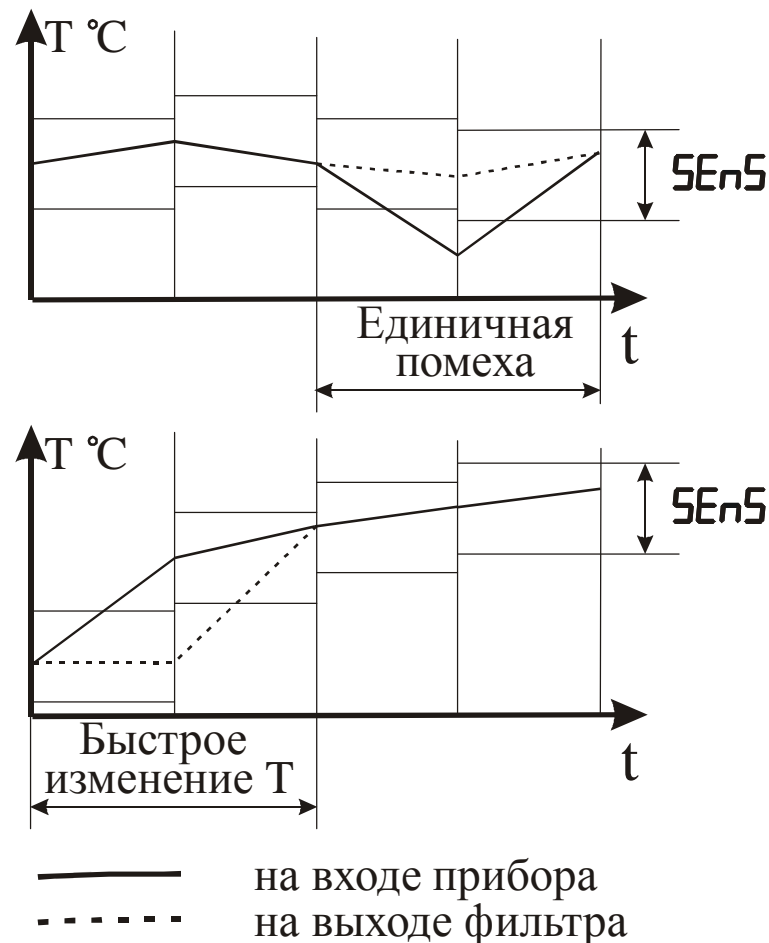

Рисунок 3.10 – Работа фильтра при воздействии случайной помехи и быстром изменении сигнала
3.3.3.7 С целью уменьшения влияния случайных импульсных помех на показания в прибор введена цифровая фильтрация. Работа фильтра описывается параметром “Полоса фильтра”. Если текущее значение температуры отличается от результатов предыдущего измерения на значение, которое превышает указанное в параметре “Полоса фильтра”, то проводится повторное измерение температуры, а на индикаторе остается старое значение (см. рисунок 3.10).